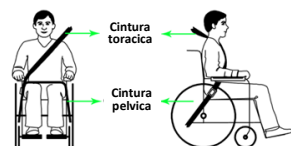

fig. 31
8. Usare sia la cintura pelvica sia la cintura toracica per assicurare l'utente e ridurre al minimo gli spostamenti dell'utente durante l'impatto e con essi le possibilità di impatto con parti del veicolo e il conseguente grave rischio di lesioni all'utente e agli altri occupanti del veicolo. (fig. 31).